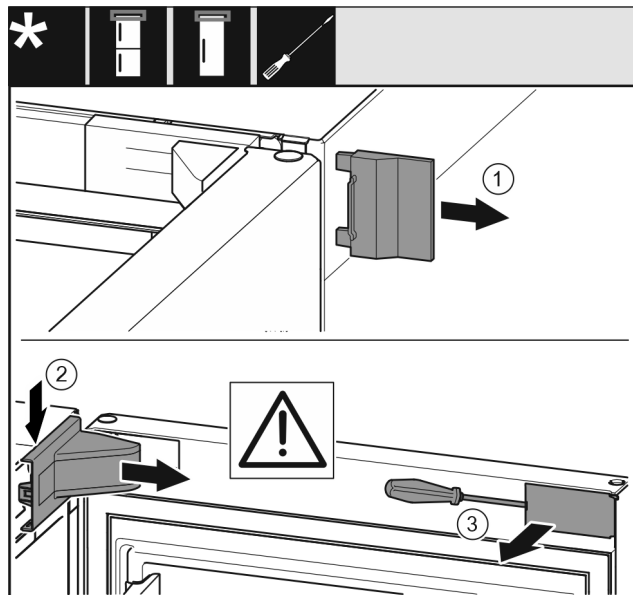

Fig. 10
- Detașați capacul exterior Fig. 10 (1).
- Deblocați și detașați capacul suportului de lagăr Fig. 10 (2).
- Deblocați masca Fig. 10 (3) cu șurubelnița plată și pivotați-o în lateral.